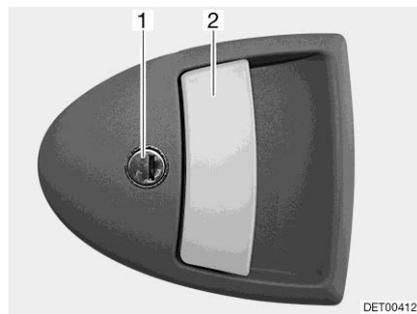

Fig. 35 Cerradura de la puerta (puerta de entrada en el exterior)
Abrir: ■ Introducir la llave en el cilindro de cierre (Fig. 35,1) y girarla hasta que esté desbloqueada la cerradura de la puerta.
■ Tirar del tirador de la puerta (Fig. 35,2). La puerta está abierta.
Bloquear: ■ Introducir la llave en el cilindro de cierre (Fig. 35,1) y girarla hasta que esté bloqueada la cerradura de la puerta.